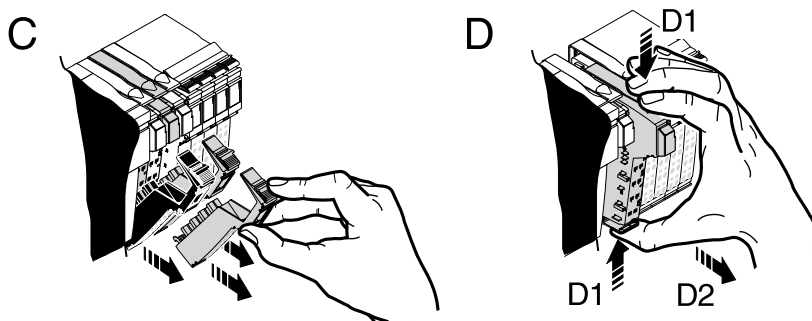

Abb. 10-19: Klemme entnehmen
4. Nehmen Sie die angrenzenden Stecker der benachbarten Klemmen ab (C in Abbildung 10-19).
5. Drücken Sie auf den Ausrastmechanismus (D1 in Abbildung 10-19).
6. Entnehmen Sie die Klemme senkrecht zur Hutschiene (D2 in Abbildung 10-19).